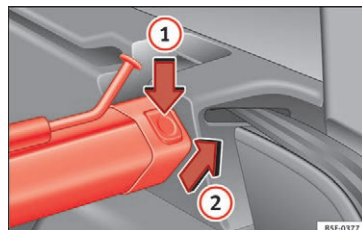

Fig. 168 I bagagerummet: afmontering af netskillevæg
- Tryk den venstre eller den højre udløserknap » Fig. 168 i pilens retning ①.
- Tag huset ud i pilens retning » Fig. 168 ②.
- Pres huset mod pilens retning » Fig. 168 ② i venstre og højre side, indtil det går i hak.